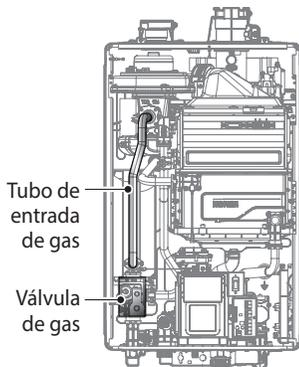

Figura 2. Componentes internos de la serie NPE-A2/S2
3. Una vez quitada la cubierta delantera, colóquela en un lugar seguro para evitar daños accidentales. Con los componentes internos expuestos, ubique el tubo de entrada de gas y la válvula de gas cerca del lado izquierdo de la unidad, como se resalta en la Figura 2.